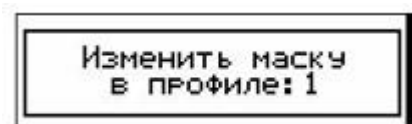
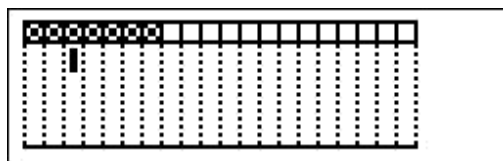

Рис. 5. Окно выбора профиля
Рис. 6. Окно редактирования селективной маски
профиль с помощью кнопок ◀ и ▶ (см. рис. 5) и нажать **ВВОД (ENTER)**. После этого на экране появится окно редактирования селективной маски (см. рис. 6)
*Примечание: Если в параметрах (см. п. 5.1) номер минимального и максимального профиля равны, то программа сразу перейдет в одно редактирования селективной маски (рис. 6), минуя окно выбора номера профиля.*